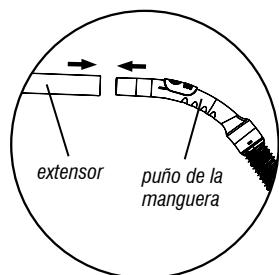

Fig. 5 – Conexión de la manguera
- Conecte la manguera al tubo de extensión (Fig. 5).